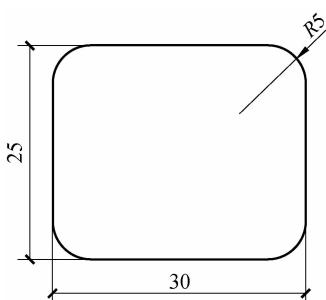

图 3-8 圆角矩形
(3)圆角(F)：用于绘制一个带有圆角的矩形。例如，绘制如图 3-8 所示的矩形。